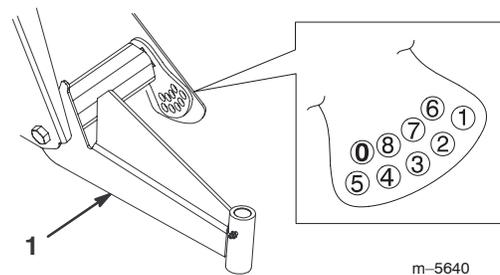

Figure 37
**Remarque :** Les bras triangulés sont en caoutchouc et ont des élasticités différentes. Pour cette raison, ils sont réglés en usine en fonction de leur élasticité. Généralement, les boulons de réglage sont installés dans le trou numéro 2, 3 ou 4 (Fig. 37) et cela peut varier du côté gauche (côté conducteur) au côté droit (côté passager). Si les bras triangulés semblent s'affaisser, il faut les déplacer d'un numéro de plus (Fig. 37). Chaque trou équivaut à un réglage de 19 mm à la roue. Ceci doit aussi être fait si vous ajoutez des accessoires lourds ou si vous transportez de lourdes charges fréquemment.